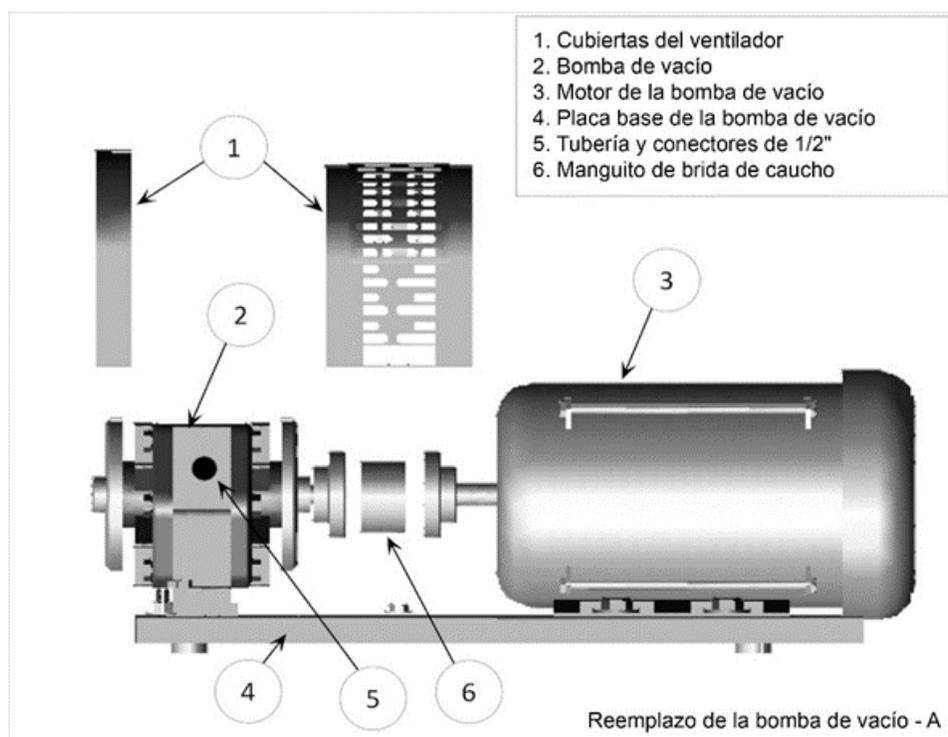

Figura 9-24: Conjunto y componentes de la bomba de vacío
1. Para conocer el conjunto y los componentes de la bomba de vacío, **vea la Figura 9-24.**
4. Retire la guarda del ventilador (la guarda n.º 1 grande al centro en **la Figura 9-24**) para obtener acceso a las bridas de acople y retirar la bomba de vacío.
1. La bomba nueva vendrá con un acoplador de accionamiento y un buje de goma con brida. **Vea la Figura 9-24.**